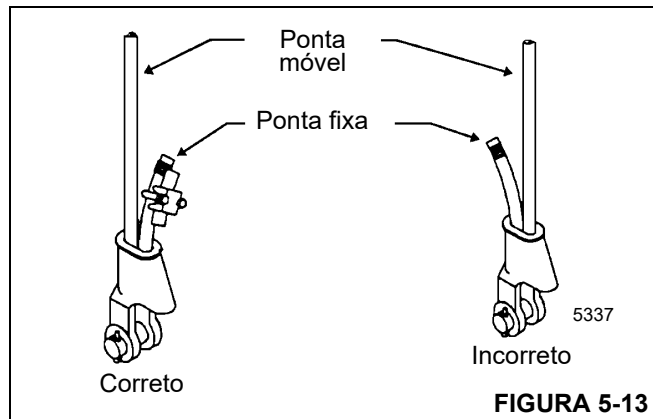

FIGURA 5-13
3. Verifique se o lado da ponta móvel (Figura 5-13) do cabo está diretamente em linha com as orelhas do terminal e com a direção de tração à qual o cabo será submetido. Se o cabo for carregado incorretamente no terminal, quando estiver com carga, o cabo dobrará ao sair do terminal. A cunha do terminal desgastará o cabo, provocando danos e falhas.